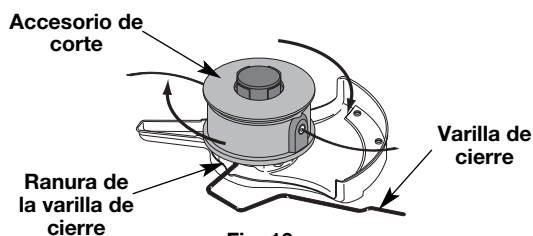

Fig. 10
3. Mientras sostiene la varilla de cierre, saque el accesorio de corte girando en sentido horario hacia afuera del eje de salida (Fig. 10). Guarde el accesorio de corte para su uso futuro.